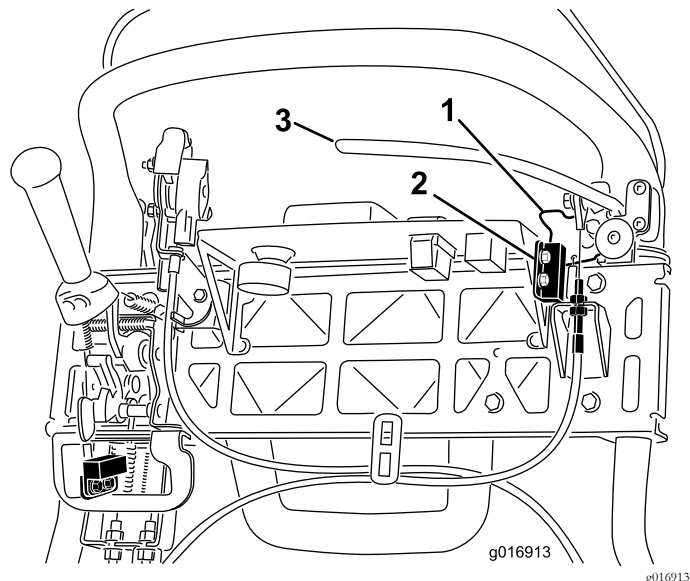

图45
4. 松开联锁开关紧固件(图45)。
5. 在手刹锁定装置与联锁开关之间放入 1.6mm 厚的塞尺(图45)。
- 4. 要增加拉线的张力请拧松上部拉线锁紧螺母并拧紧下部拉线锁紧螺母图45直至为了松开手刹锁定装置需要对刹车制动杆手柄施加 156N 的力。